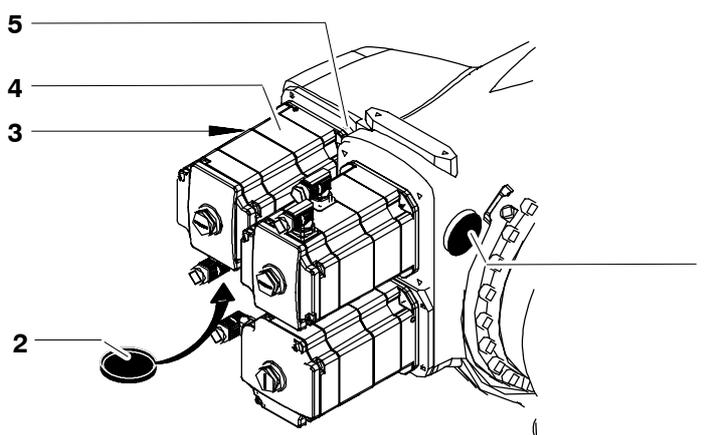

Fig. 101 Couvercle
(1) Enlever deux couvercles (Fig. 101/1, 2).
- (5) Desserrer la vis de serrage (Fig. 101/3).
- (6) Dévisser quatre vis à six pans creux (5) jusqu'à ce que l'on puisse déplacer l'unité d'entraînement A4 (3) sans jeu.
- (7) Serrer précautionneusement la vis de serrage (3) et remesurer la fréquence de la courroie dentée.
- (8) Répéter cette opération jusqu'à ce que la fréquence prescrite soit atteinte.
- (9) Serrer en croix les quatre vis à six pans creux (4) avec une clé dynamométrique jusqu'à l'obtention de la valeur prescrite ($M_A = 23 \text{ Nm}$) en procédant par étapes.
- (12) Monter deux couvercles (Fig. 101/1, 2).